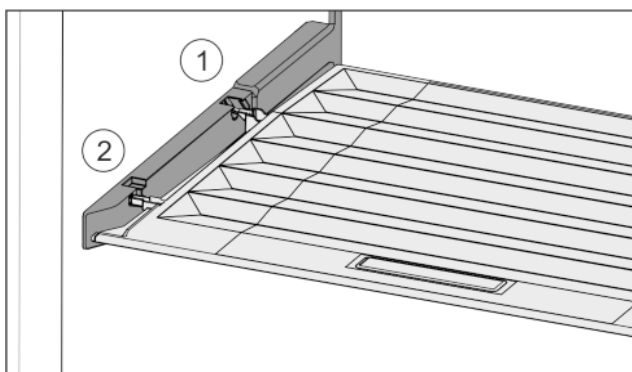

Fig. 30
- ▶ Výstupky víka zaveďte do zadních držáků Fig. 30 (1) a vpředu zaklesněte do držáku Fig. 30 (2).